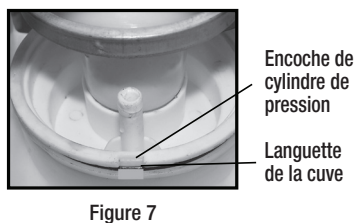

Figure 7
- 8) Réassemblez dans l'ordre inverse du démontage. Remarque : il y a une combinaison languette/encoche dans l'assemblage de pompe/réservoir à utiliser pour l'alignement (fig. 7).